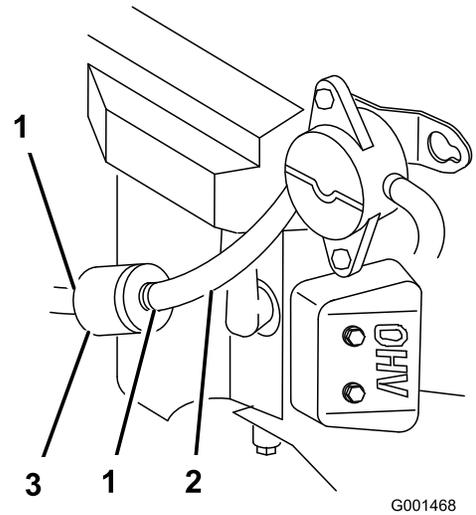

Figura 28
4. Apriete los extremos de las abrazaderas y deslícelas por el tubo alejándolas del filtro (Figura 28).